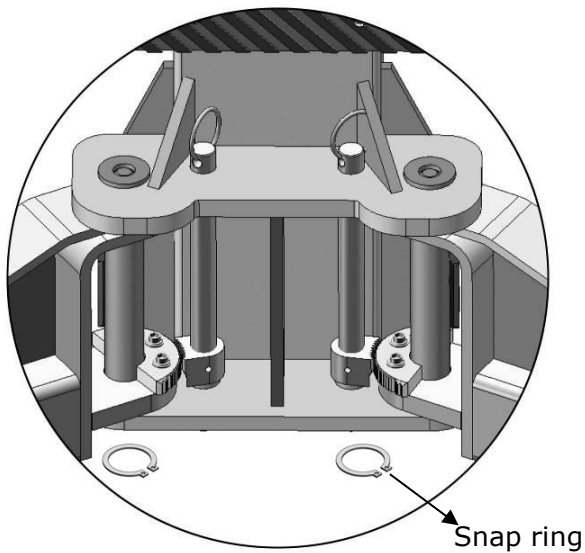

Fig. 36
1. Install lifting arms (**See Fig. 36**).